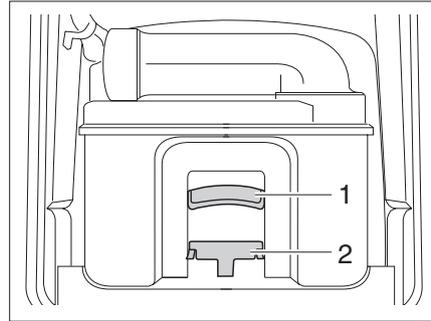

Fig. 106 Cassette Thetford
- ▶ Tirer l'étrier de fixation (Fig. 106,2) vers l'avant pour déverrouiller la cassette de toilette et extraire la cassette par la poignée (Fig. 106,1).